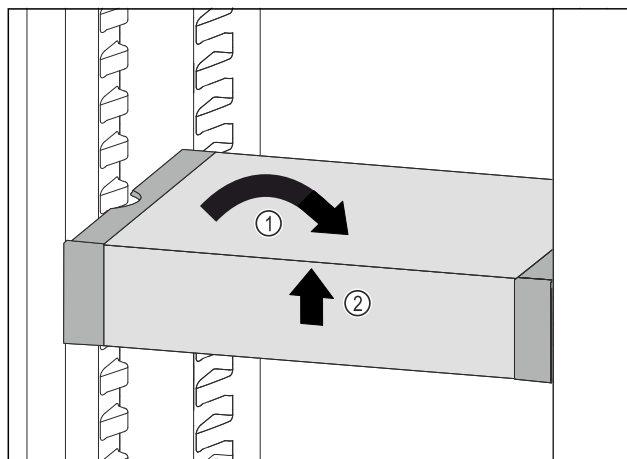

Fig. 49
- ▶ VarioSafe postavte rovně. Fig. 49 (1)
- ▶ VarioSafe vpředu zvedněte. Fig. 49 (2)